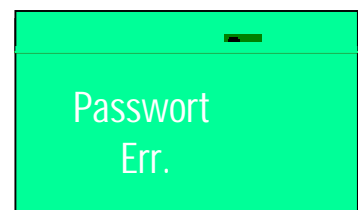

Abb. 2.40
- Wenn das falsche Passwort zum Löschen eingegeben wurde, erscheint eine Fehlermeldung (Abb. 2.40).